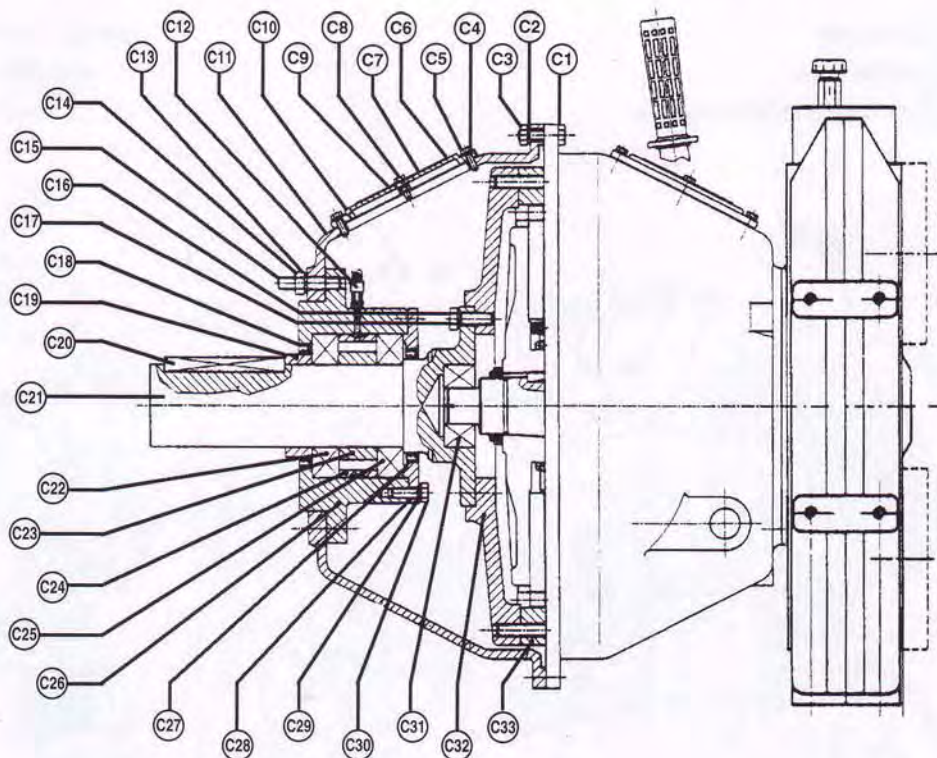

Fig. 7
- Levier de commande (A43) sur "BD 2200" - "BD 3300" - "BDS 2200" - "BDS 3300" (uniquement) graisser toutes les 600 heures. Roulement en entrée pour "BDS 2200" - "BDS 3300" (C1, fig. 7) graisser toutes les 100 heures; le graisseur est situé sur la partie externe de la cloche (C11 fig. 7).